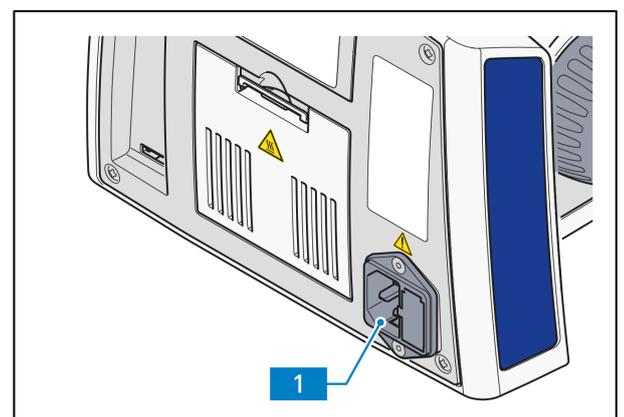

Abb. 3-31 Netzanschluss an der Rückseite des Stativs
- Netzanschluss (Abb. 3-31/1) des Mikroskops über Netzkabel mit einer Netzsteckdose verbinden.